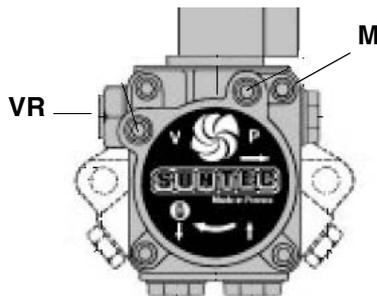
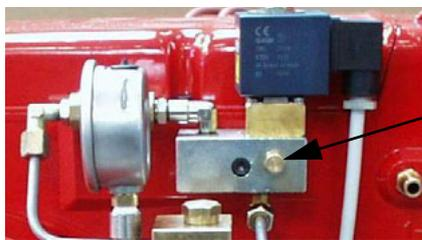

Рис. 19
Рис. 20
- 2 выпустить воздух со штуцера (M) манометра насоса (Рис. 19), расслабив слегка заглушку, но не снимая ее; затем отпустить контактор;
- 4 Давление питания форсунки уже отрегулировано заранее на заводе-изготовителе и не должно изменяться. Только в случае необходимости, отрегулировать давление питания (см. соответствующий параграф) следующим образом: установить манометр в положение, указанное на Рис. 20, воздействовать на регулировочный винт VR насоса (см. Рис. 19) до получения на форсунке давления в 20бар (см. таб. на стр.27);